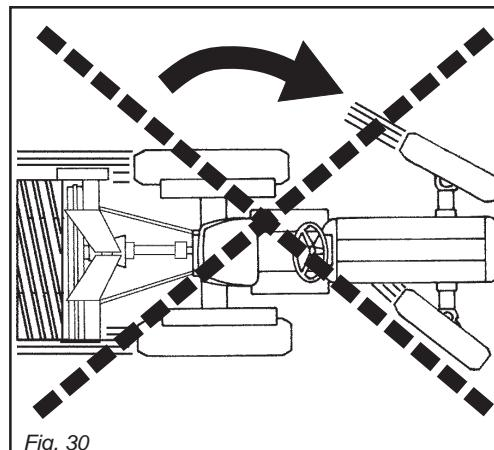

Fig. 30
Evitare di far girare a vuoto (fuori del terreno) la macchina. Durante il lavoro evitare di effettuare curve con la macchina interrata, ne tantomeno lavorare in retromarcia (Fig. 30, 31).
*Never work in reverse (Fig. 30, 31).*
Relevez toujours l'appareil lors des changements de direction et des inversions de marche (Fig. 30, 31).
*Wenn das Gerät unterirdisch arbeitet, keine Kurven fahren und auch nicht rückwärts fahren (Abb. 30, 31).*
Alzarla siempre para cambiar de dirección y para las inversiones de marcha (Fig. 30, 31).